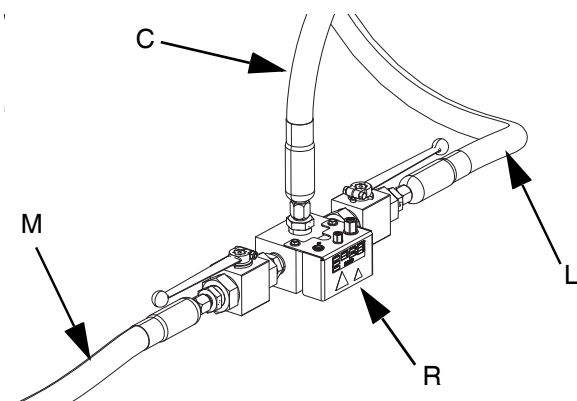

FIG. 19
- c. Collegare il tubo tandem 1 (L) e il tubo tandem 2 (M) dal sistema di alimentazione al blocco tandem (R). Vedere FIG. 19.
- d. Collegare il tubo di alimentazione 1 (C) al blocco tandem (R). Vedere FIG. 19.